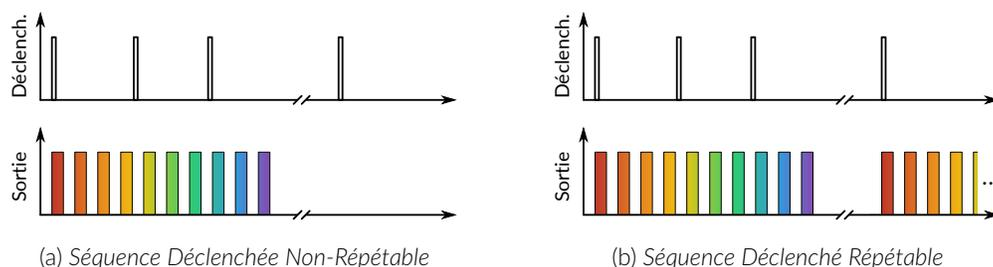

Figure 4.8 – Séquence du mode *Ininterrompu*
- **Ininterrompu** : ce mode active la séquence de canaux lorsqu'un signal d'entrée supérieure à 3,3 V est détectée par l'entrée BNC. Les impulsions d'entrée suivantes seront ignorées pendant l'exécution de la séquence (Fig. 4.8). Lorsque la case **Séquence(s) répétée(s)** est cochée, la séquence redémarre avec l'arrivée de la première impulsion d'entrée après la fin de la séquence (Fig. 4.8b). Ce mode est disponible pour les impulsions *Déclenché* uniquement.